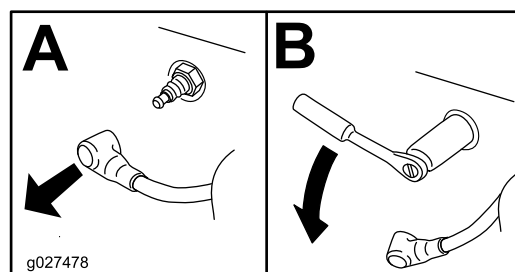

Figura 44
4. Rimuovete la candela (Figura 44).